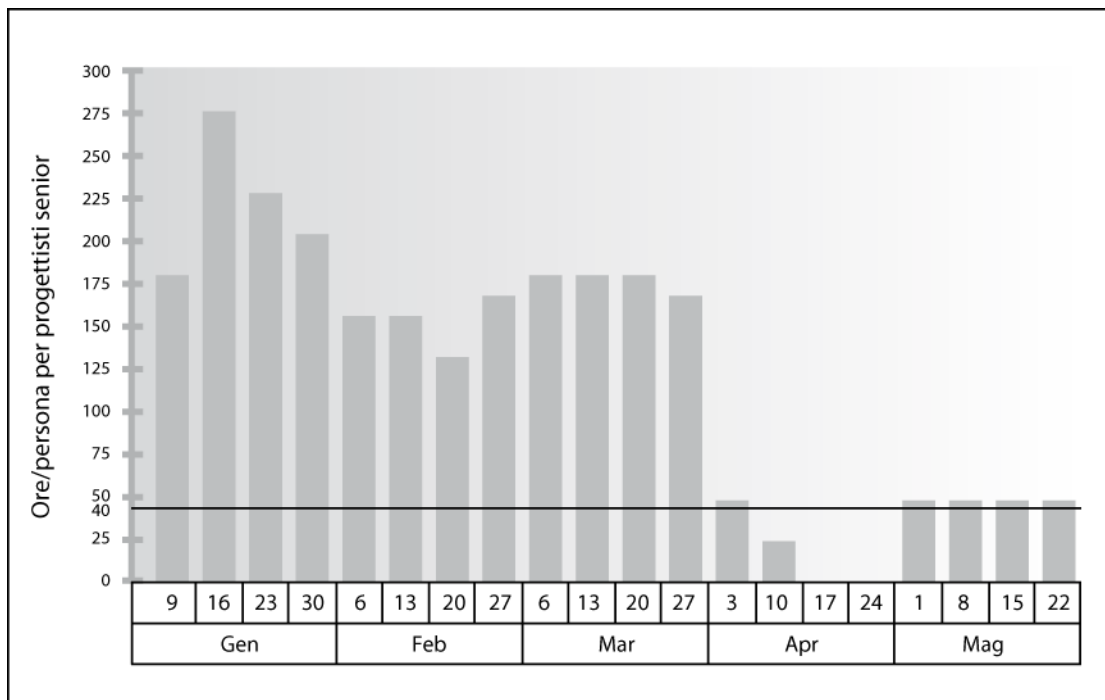

Figura 9-6 Istogramma delle risorse illustrativo
- *Calendari delle risorse.* Il piano di acquisizione delle risorse umane descrive le tempistiche necessarie per i membri del gruppo di progetto, sia individualmente che collettivamente, oltre alla data di inizio delle attività di acquisizione del personale quale il reclutamento. Uno strumento per la rappresentazione grafica delle risorse umane è l'istogramma delle risorse. Questo diagramma a barre illustra il numero di ore richieste per una persona, reparto o intero gruppo di progetto in ciascuna settimana o mese nel corso del progetto. Il grafico può includere una linea orizzontale che rappresenta il numero massimo di ore disponibili da parte di una particolare risorsa. Le barre che si estendono al di sopra del numero massimo di ore disponibili identificano l'esigenza di una strategia di livellamento delle risorse, quale l'aggiunta di ulteriori risorse o la modifica della schedulazione. Un esempio di istogramma delle risorse è illustrato nella Figura 9-6.